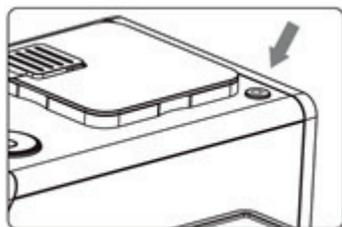

Рис. 1
Подключите устройство к электрической сети и нажмите на кнопку (9), расположенную справа от контейнера для зерен (Рис. 1).